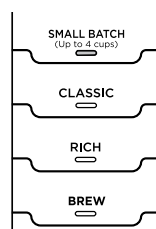

Fig. 6
- 6 Sélectionnez infusion CLASSIC (CLASSIQUE) ou RICH (RICHE). Si vous infusez 4 tasses ou moins, sélectionnez également SMALL BATCH (PETITE QUANTITÉ). (**Fig. 6**).